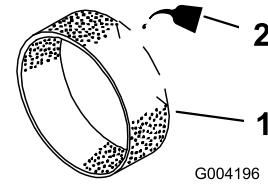

Figura 18
3. Ponga entre 30 y 60 ml de aceite en el pre-filtro (Figura 18).